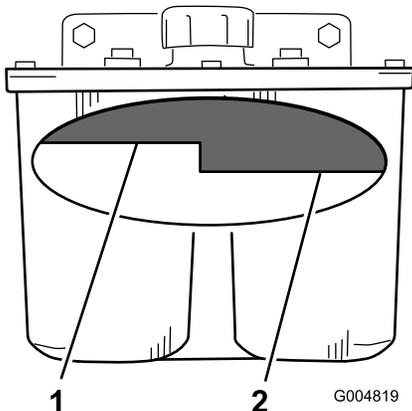

Figura 91
4. Pulite l'area attorno al collo di riempimento del serbatoio idraulico (Figura 91).
5. Rimuovete il tappo dal collo di riempimento e osservate all'interno per controllare se è presente del fluido nel serbatoio (Figura 91).
Nota: Quando è caldo, il fluido deve raggiungere la parte superiore del livello a caldo sul diaframma (Figura 91).